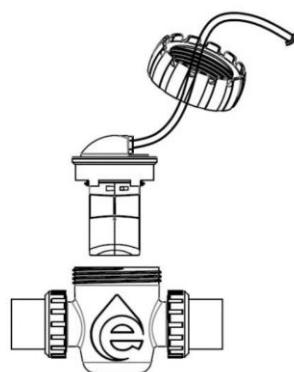

Рисунок 3.
2. Ячейка для электролиза предназначена для установки в ПВХ водопроводно-канализационной сети бассейна. Отверстие держателя ячейки должно быть расположено прямо, чтобы дать возможность технического обслуживания титановых пластин. Чтобы установить ячейку, отрежьте, по крайней мере, 188 мм трубы. Закрепите держатель ячейки для электролиза на трубе, вставьте электроды в ячейку. Пропустите провод, идущий к электродам, через гайку (Рисунок 3).